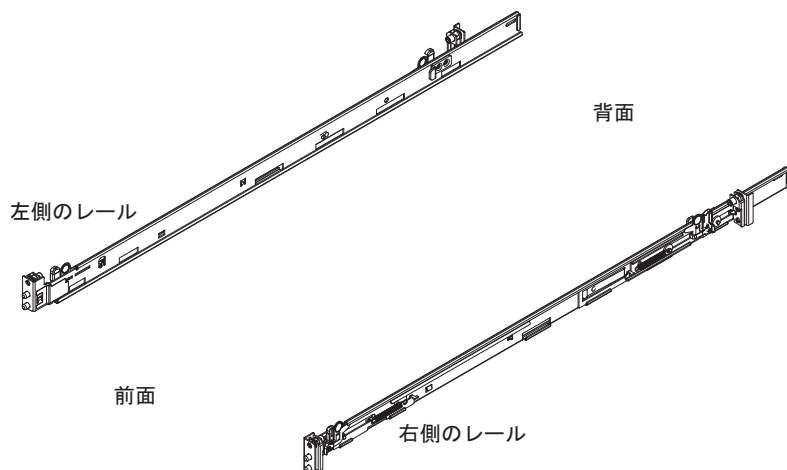

図 4. レールの配置
1. 左右の取り付けレールを、ラック内に配置します。レールの挿入方法は、図 4 に示すとおりです。2 つの左側青色タブと 2 つの右側青色タブが向かい合うようにします。下記に示すように、レールの前面部分と後部部分をそれぞれ対にします。